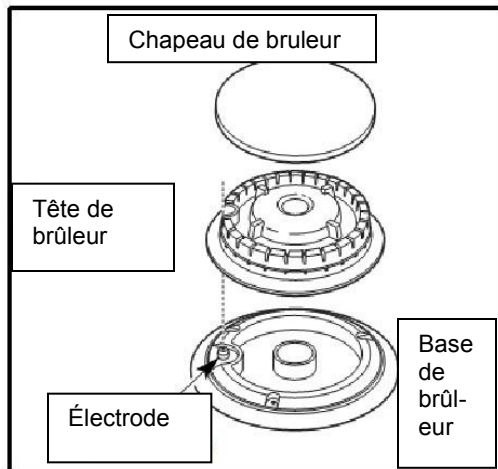

Figure 4
- Placez un chapeau de brûleur sur chaque tête de brûleur (voir Figure 4), concordant la grandeur du chapeau et la grandeur de la tête. Le chapeau pour chaque brûleur possède un anneau situé à l'intérieur qui centre correctement le chapeau sur la tête du brûleur. Assurez-vous que toutes les têtes et chapeaux de brûleurs soient correctement placés AVANT d'utiliser votre appareil.